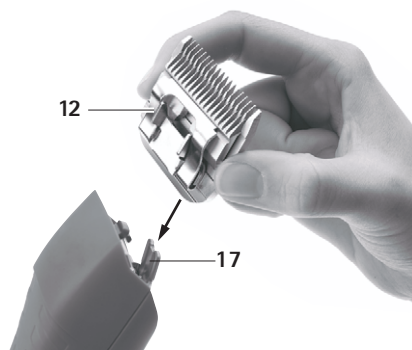

Fig. 2
- Sæt klippehovedet 12 på det åbnede knivhængsel 17, se Fig. 2.
- Tryk klippehovedet 12 let mod klippemaskinen DURATI, se Fig. 2. Klippehovedet 12 falder hørbart på plads.